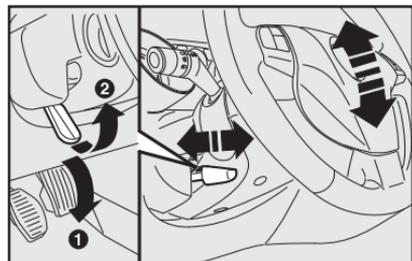

fig. 17
## VOLANTE - fig. 17
- 1) Deslocar a alavanca **A** para a posição **1-fig. 17**.